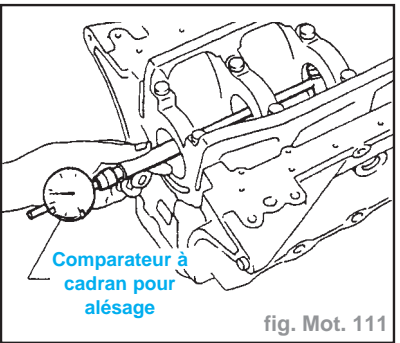

fig. Mot. 111
- Mesurer le diamètre intérieur "A" de chaque palier principal (fig. Mot. 111).